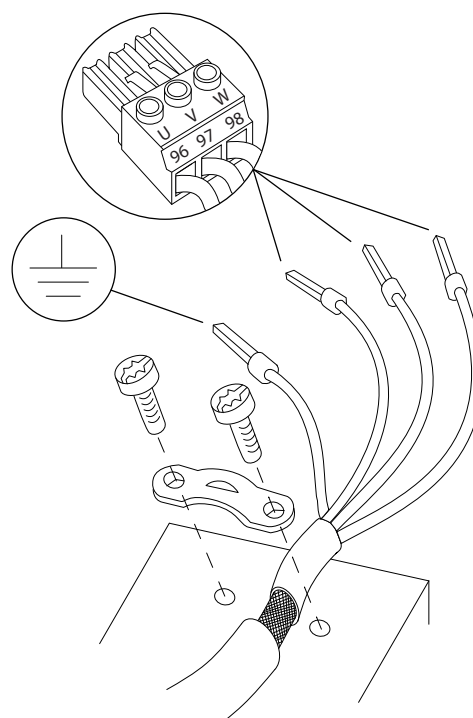

Рисунок 4.4 Подключение двигателя
3. Подключите провод заземления к ближайшей клемме заземления в соответствии с инструкциями по заземлению в *глава 4.3 Заземление*, см. *Рисунок 4.4*.
4. Подключите проводку трехфазного двигателя к клеммам 96 (U), 97 (V) и 98 (W), см. *Рисунок 4.4*.